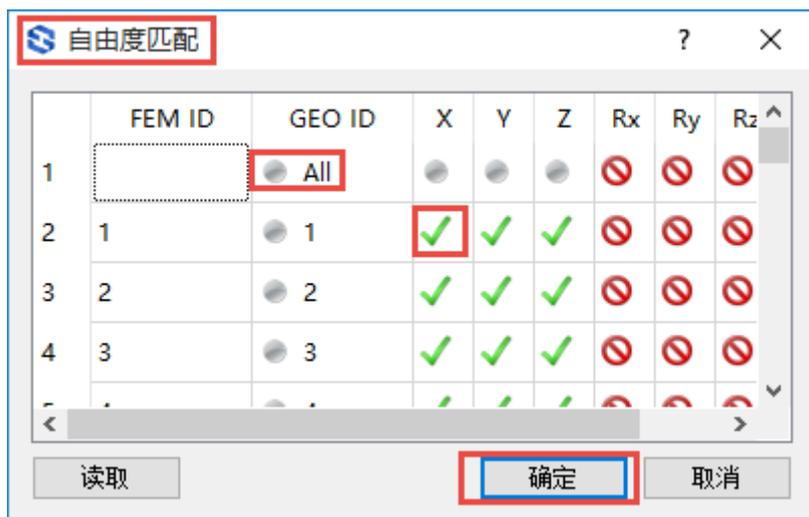

图 1.14 自由度匹配
④ 自由度匹配。右键点击“3 匹配节点”，选择“匹配自由度/频响曲线”，弹出对话框，如图 1.14 所示。可以点击某一个节点的某一自由度对应的绿色对勾，使之变为红色带杠圆圈，表示不匹配该自由度；反之点击某一个节点的某一自由度对应的红色带杠圆圈，使之变为绿色对勾，表示匹配该自由度。